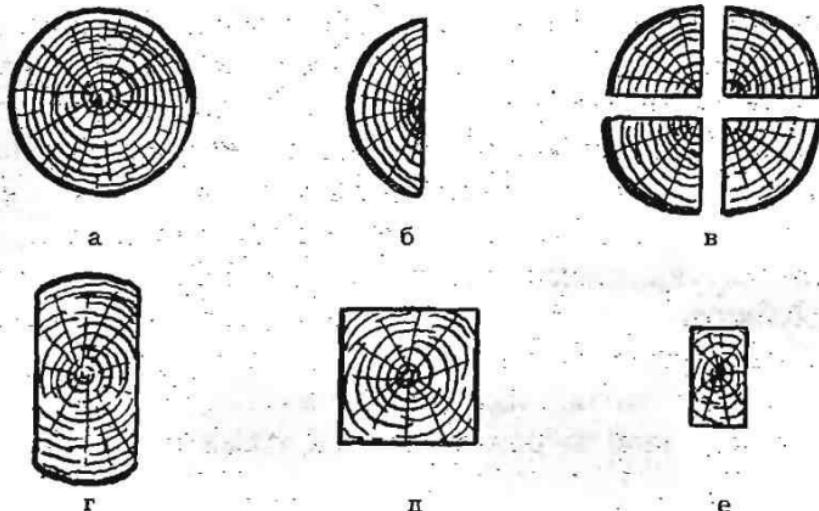

Рис. 25. Поперечные срезы строительной древесины: а — кряж, подвязник, жердь; б — пластина; в — четвертина; г — лежень, или брус с обзолом; д — брус; е — бруск
- **брус** — тоже бревно, но обтесанное со всех четырех сторон. Обычно такой пиломатериал имеет толщину более 100 мм. Если же его толщина не превышает 100 мм, но отношение ширины к толщине меньше 2, то заготовка называется бруском (рис. 25);